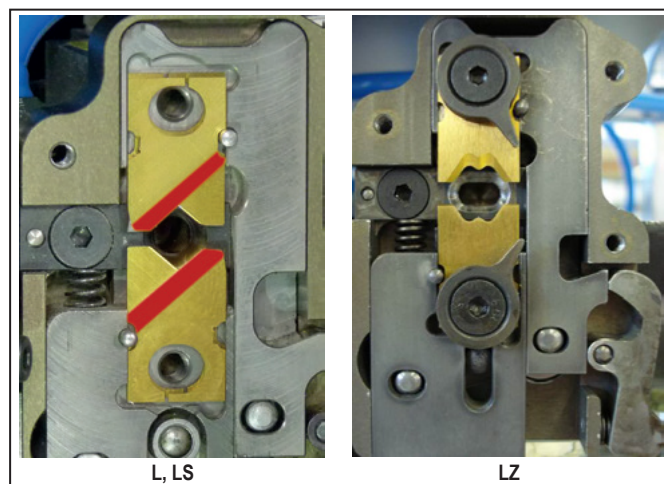

Figure 8.2 Alignement des lames
- ▶ **L et LS** : monter chaque pair de lame de manière à ce que les bords biseautés soient orientés vers l'extérieur (repérés en rouge dans la Figure 8.2). Placer les deux pairs dans le support.